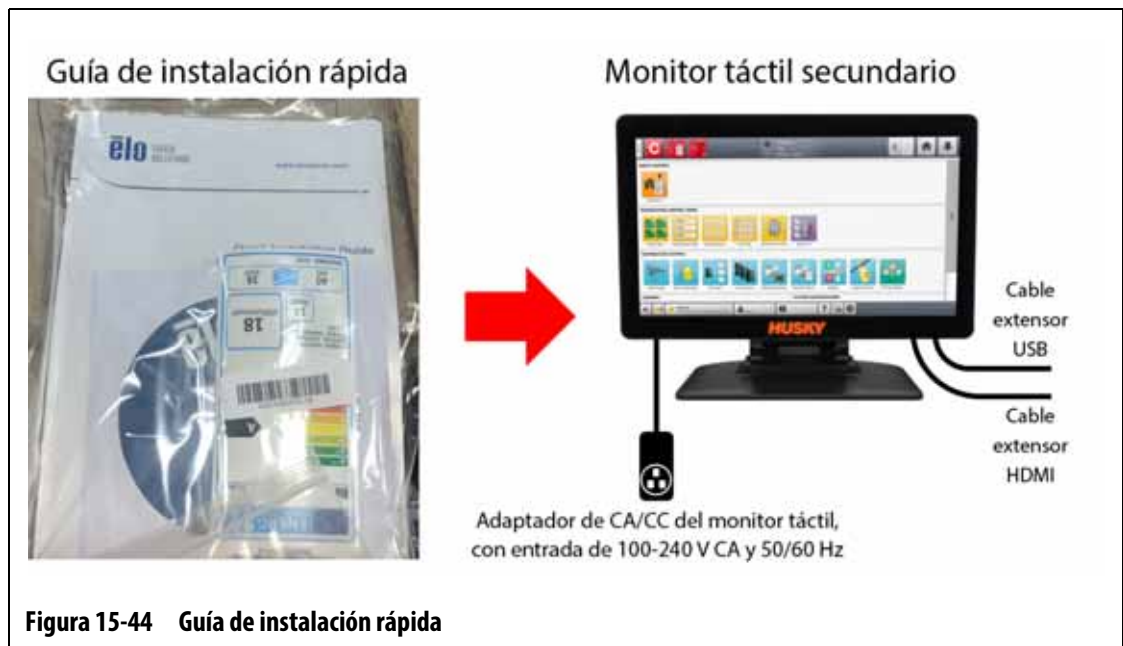

Figura 15-44 Guía de instalación rápida
9. Consulte la Guía de instalación rápida (que se encuentra en la caja del monitor táctil secundario) para obtener instrucciones sobre cómo instalar correctamente el soporte y conectar el adaptador de CA/CC, el cable extensor USB (con conector USB tipo B) y el cable extensor HDMI a DVI al monitor táctil secundario. Consulte la Figura 15-44.